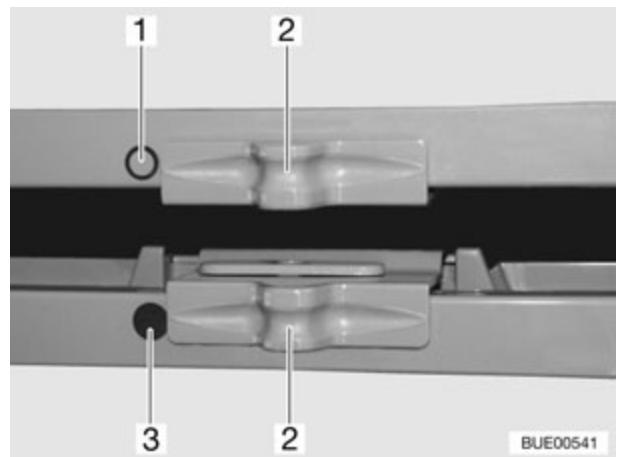

Fig. 128 Bloqueo de la puerta del frigorífico/ del compartimento congelador (variante 5)
- Desplazar el bloqueo (Fig. 128,2) hacia un lado, de tal manera que el anillo "○" (Fig. 128,1) sea visible.
- Desplazar el bloqueo (Fig. 128,2) hacia un lado, de tal manera que el punto completo "●" (Fig. 128,3) sea visible.